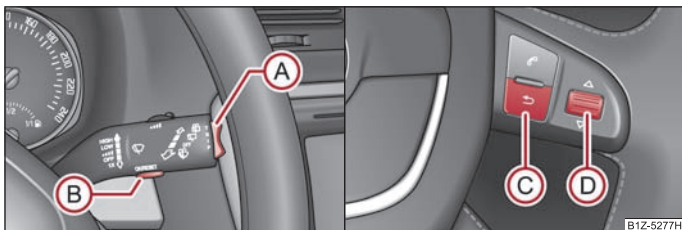

Abb. 19 Multifunktionsanzeige: Bedienelemente am Scheibenwischerhebel / Bedienelemente am Multifunktionslenkrad
Das Umschalten des Speichers erfolgt mit Hilfe der Taste  ⇒ Seite 20, Abb. 19 auf dem Scheibenwischerhebel oder mit Hilfe der Taste  auf dem ⇒ Seite 20, Abb. 19 Multifunktionslenkrad.
Die Wipptaste (A) und die Taste (B) befinden sich am Scheibenwischerhebel → Abb. 19. Das Umschalten und Zurücksetzen am Multifunktionslenkrad erfolgt mit dem Rändelrad (D).
Sinkt die Außentemperatur unter +4 °C, erscheint vor der Temperaturanzeige ein Schneeflockensymbol (Warnsignal für Glatteis) und es ertönt ein Warnsignal. Nach dem Drücken der Wipptaste (A) am Scheibenwischerhebel → Abb. 19 bzw. der Taste (C) am Multifunktionslenkrad → Abb. 19 wird die Funktion dargestellt, die zuletzt angezeigt wurde.
Im Display erscheint die Fahrzeit, die seit dem letzten Löschen des Speichers vergangen ist. Wenn Sie die Fahrzeit von einem bestimmten Zeitpunkt an messen möchten, müssen Sie zu diesem Zeitpunkt den Speicher auf Null setzen, durch Drücken der Taste (B) am Scheibenwischerhebel → Abb. 19 oder des Rändelrads (D) am Multifunktionslenkrad → Abb. 19 für länger als 1 Sekunde.
Wenn Sie den durchschnittlichen Kraftstoffverbrauch für einen bestimmten Zeitabschnitt messen möchten, müssen Sie zu Beginn der Messung den Speicher mit der Taste **(B)** am Scheibenwischerhebel, ⇒ Seite 20, Abb. 19 oder mit dem Rändelrad **(D)** am Multifunktionslenkrad ⇒ Seite 20, Abb. 19 auf Null setzen. Nach dem Löschen erscheinen im Display auf den ersten 100 m Fahrstrecke Striche.
Im Display erscheint die zurückgelegte Fahrstrecke, die seit dem letzten Löschen des Speichers ⇒ Seite 19 vergangen ist. Wenn Sie die zurückgelegte Fahrstrecke von einem bestimmten Zeitpunkt an messen möchten, müssen Sie zu diesem Zeitpunkt den Speicher mit der Taste **(B)** ⇒ Seite 20, Abb. 19 am Scheibenwischerhebel, oder des Rändelrads **(D)** am Multifunktionslenkrad ⇒ Seite 20, Abb. 19 auf Null setzen.
Im Display wird die durchschnittliche Geschwindigkeit in km/h seit dem letzten Löschen des Speichers angezeigt ⇒ Seite 19. Wenn Sie die durchschnittliche Fahrgeschwindigkeit für einen bestimmten Zeitabschnitt messen möchten, müssen Sie zu Beginn der Messung den Speicher mit der Taste **(B)** am Scheibenwischerhebel ⇒ Seite 20, Abb. 19 oder mit dem Rändelrad **(D)** am Multifunktionslenkrad ⇒ Seite 20, Abb. 19 auf Null setzen.
- Wählen Sie mit der Taste **(A)** am Scheibenwischerhebel $\Rightarrow$ Seite 20, Abb. 19 oder mit dem Rändelrad **(D)** am Multifunktionslenkrad $\Rightarrow$ Seite 20, Abb. 19 den Menüpunkt **Warnung bei Geschwindigkeitsüberschreitung**.